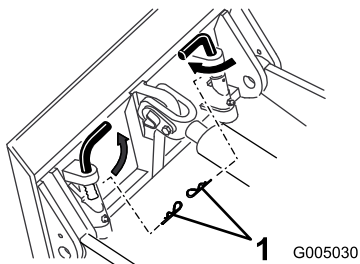

Figura 9
- Le piastre di montaggio (Figura 9) in alcuni modelli più vecchi delle trattrici sono dotate di molle forate e perni di fissaggio rapido che consentono l'installazione di 2 coppie a forcina per l'aratura di lunghi tratti. In questo modo, le vibrazioni dell'interratore non causeranno l'allentamento dei perni.